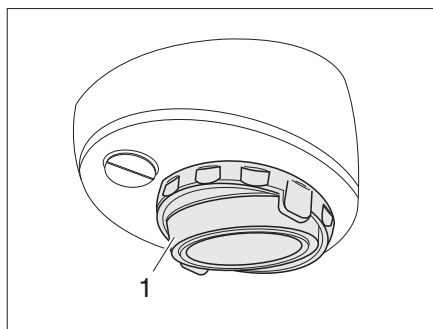

Bild 106 Halogenaufbauleuchte (schwenkbar)
- Abdeckung (Bild 106,1) mit einem geeigneten Werkzeug (z. B. Schraubendreher) aushebeln und abnehmen.